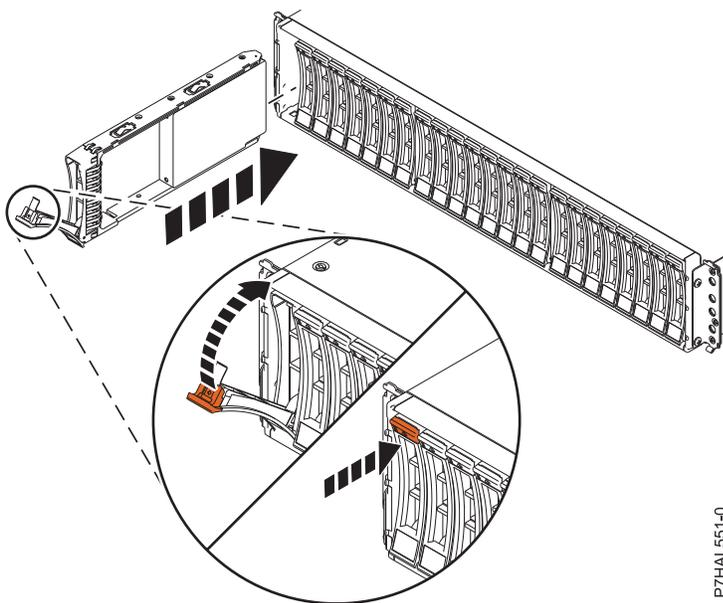

Abbildung 14. Plattenlaufwerk im Plattenlaufwerkgehäuse installieren oder austauschen
3. Der Griff muss in der entriegelten Position stehen (siehe Abb. 14,), während Sie das Laufwerk unten mit Ihrer Hand abstützen und an den Führungsschienen in der Erweiterungseinheit ausrichten.
8. Verriegeln Sie das Laufwerk, indem Sie den Griff (A) in die gezeigte Richtung drehen. Siehe Abb. 14.